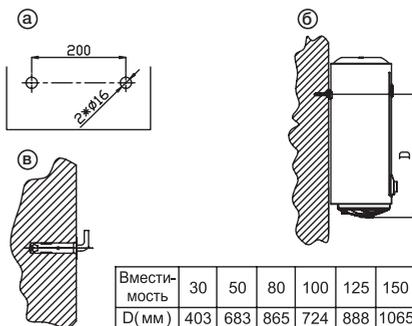

Рис. 2
2. После выбора места монтажа определите места под два крепежных болта с крючками (в зависимости от спецификации выбранного изделия). Электродрелью просверлите два отверстия в глухой стене диаметром 16 мм на расстоянии 200 мм. Расстояние между отверстиями выдержать в соответствии с рис. 2а. При определении высоты отверстий необходимо учесть положение на стене водопроводных соединений, тип водопроводных труб и расстояние от крепления до низа нагревателя (см. рис. 2б).
3. Вставить распорные болты в отверстия и убедиться, что крюк направлен вверх (см. рис. 2в).